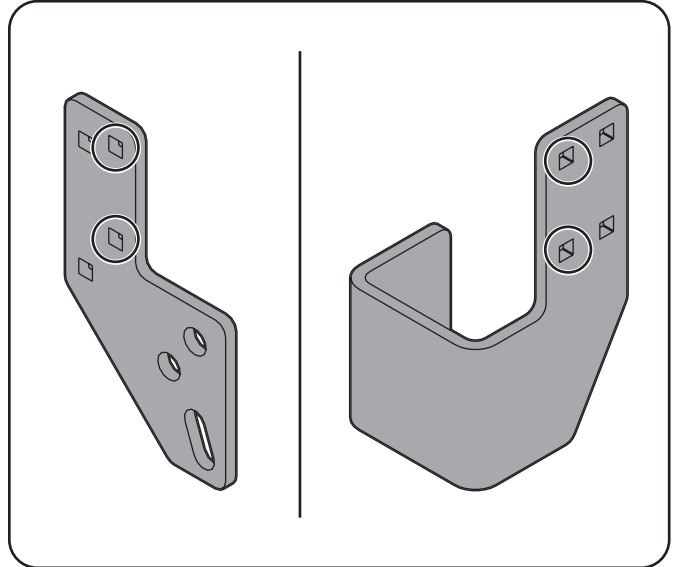

Figure 1-9
1. Use la Figure 1-9 a continuación para determinar las ubicaciones adecuadas de los orificios de montaje de las ménsulas de rodillo del lado izquierdo y derecho (n.º 6 y n.º 7) para su kit.